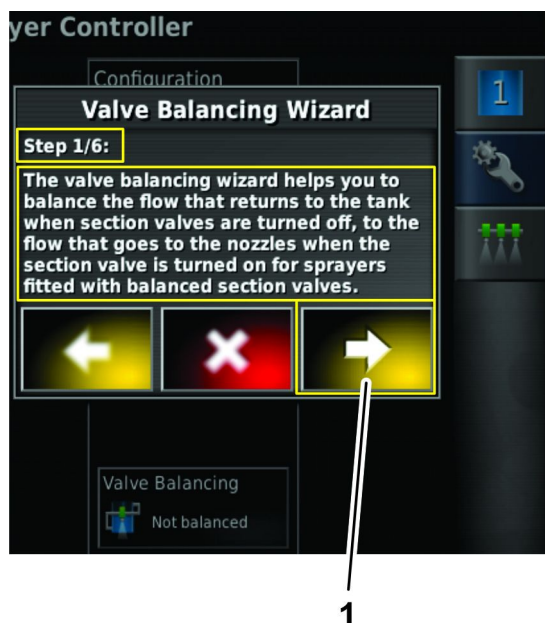

Figure 47
1. À l'étape 1 de l'assistant d'équilibrage des vannes, lisez la description de l'assistant puis appuyez sur l'icône « suivant » (Figure 47).